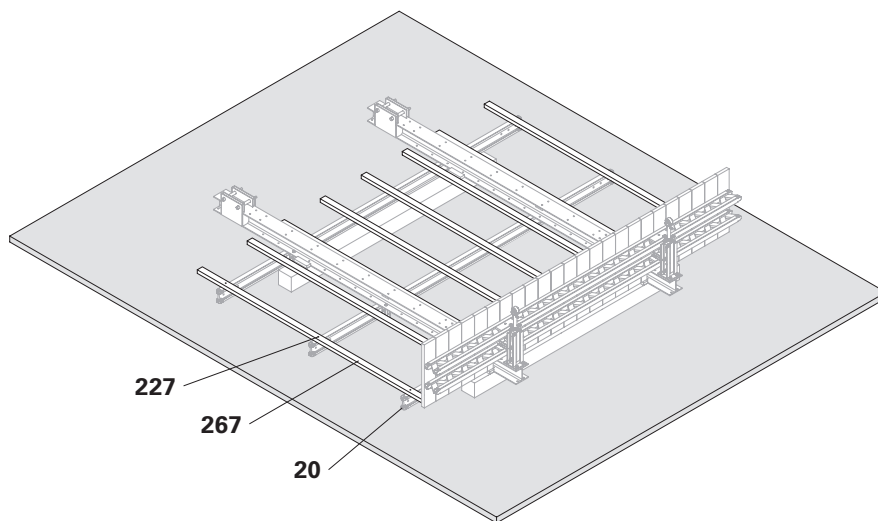

Fig. B9.11
1. Fissare la contro-tavola (**267**) sulla trave VT 20 (**20**) con viti Torx 6 x 100 (**227**). (Fig. B9.11)